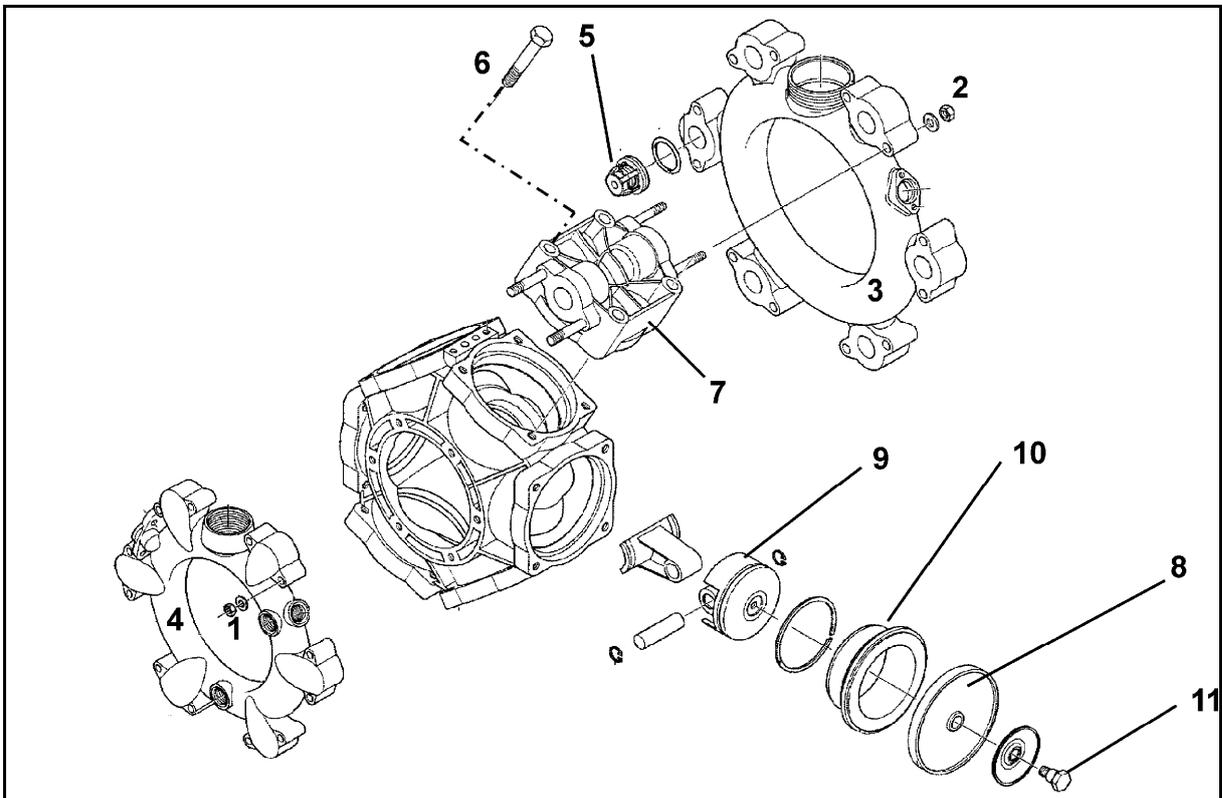

Fig. 165
- Überprüfen Sie die Kolbenmembrane (Fig. 165/1) mindestens einmal jährlich durch Demontage auf ihren einwandfreien Zustand.
- Achten Sie auf die jeweilige Einbaulage der saug- und druckseitigen Ventile, bevor Sie die Ventilgruppen (Fig. 165/5) herausnehmen.
- Tauschen Sie grundsätzlich alle Kolbenmembrane (Fig. 165/6) aus, auch wenn nur eine Kolbenmembrane gequollen, gebrochen oder porös ist.
2. Muttern (Fig. 165/1) entfernen.
3. Saug- und Druckkanal (Fig. 165/3 und Fig. 165/4) abnehmen.
4. Ventilgruppen (Fig. 165/5) herausnehmen.
5. Entfernen Sie die Muttern (Fig. 165/6).
6. Nehmen Sie den Zylinderkopf (Fig. 165/7) ab.
7. Überprüfen Sie die Kolbenmembrane (Fig. 165/8).
8. Tauschen Sie schadhafte Kolbenmembrane (Fig. 165/8) aus.
- Befestigen Sie die Kolbenmembrane (Fig. 165/8) derart mit Haltescheibe und Schraube (Fig. 165/11) am Kolben (Fig. 165/9), dass der Rand zur Zylinderkopfseite (Fig. 165/7) weist.
- Die Muttern (Fig. 165/1,2) unbedingt kreuzweise mit dem angegebenen Drehmoment anziehen. Unsachgemäßes Anziehen der Schrauben führt zu Verspannungen und somit zur Undichtigkeit.
1. Schraube (Fig. 165/11) lösen und Kolbenmembrane (Fig. 165/8) zusammen mit der Haltescheibe vom Kolben (Fig. 165/9) abnehmen.
3. Nehmen Sie den Zylinder (Fig. 165/10) aus dem Pumpengehäuse heraus.
6. Setzen Sie den Zylinder (Fig. 165/10) wieder in das Pumpengehäuse ein.
7. Kolbenmembrane (Fig. 165/8) montieren.
8. Zylinderkopf (Fig. 165/7) an Pumpengehäuse anflanschen und Schrauben (Fig. 165/6) gleichmäßig über Kreuz anziehen.
9. Ventilgruppen (Fig. 165/5) nach Prüfung und Reinigung montieren.
11. Saug- (Fig. 165/3) und Druckkanal (Fig. 165/4) an das Pumpengehäuse anflanschen.
12. Ziehen Sie die Muttern (Fig. 165/1,2) kreuzweise mit einem Drehmoment von **11 Nm** an.